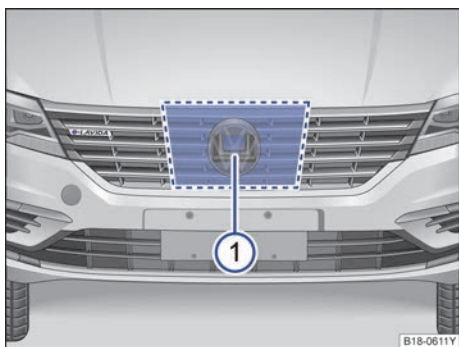

图 94 雷达传感器
前部辅助系统的雷达传感器位于 VW 标志后方的散热器传感器格栅内 → 图 94 ①，可识别前方最远约 100m 内的车辆。
雷达传感器前方和四周的区域 → 图 94 不得被贴签、附加大灯、牌照装饰框或其他类似物体遮盖，因为这样做可能会影响前部辅助系统的功能。